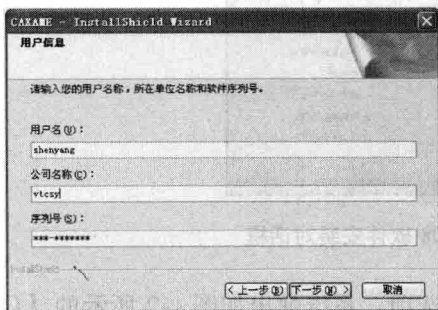

图 1-6 【用户信息】对话框
(5) 在系统弹出的【用户信息】对话框中，输入【用户名】、【公司名称】及 CAXA 制造工程师 2008 软件的【序列号】，单击【下一步】按钮继续，如图 1-6 所示。